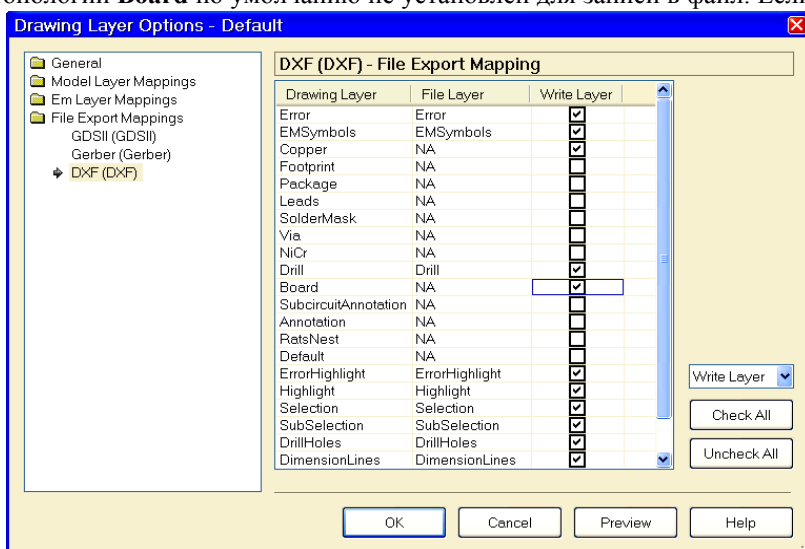

Рис. 3.71
1. Выберите в меню **Options>Drawing Layers**. В левой части открывшегося окна (рис. 3.71) щёлкните мышкой по **File Export Mappings** и затем по **DXF(DXF)**. В правой части окна отметьте столбец **Write Layer** (Записать слой) для слоя **Board**. Нажмите **OK**.